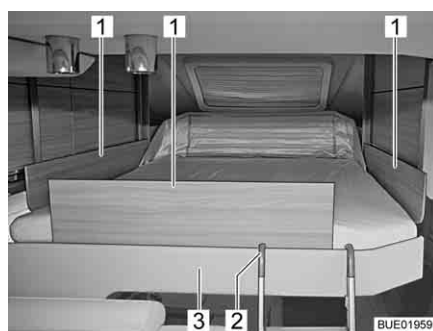

Bild 124 Hubbett mit Sicherungsplatten
- Sicherungsplatten (Bild 124,1) zwischen Matratze und Bettumrandung (Bild 124,3) stecken.
- Beide Bügel der Aufstiegsleiter (Bild 124,2) in die Bettumrandung (Bild 124,3) einhängen.
- Aufstiegsleiter (Bild 124,2) aus der Bettumrandung (Bild 124,3) aushängen.